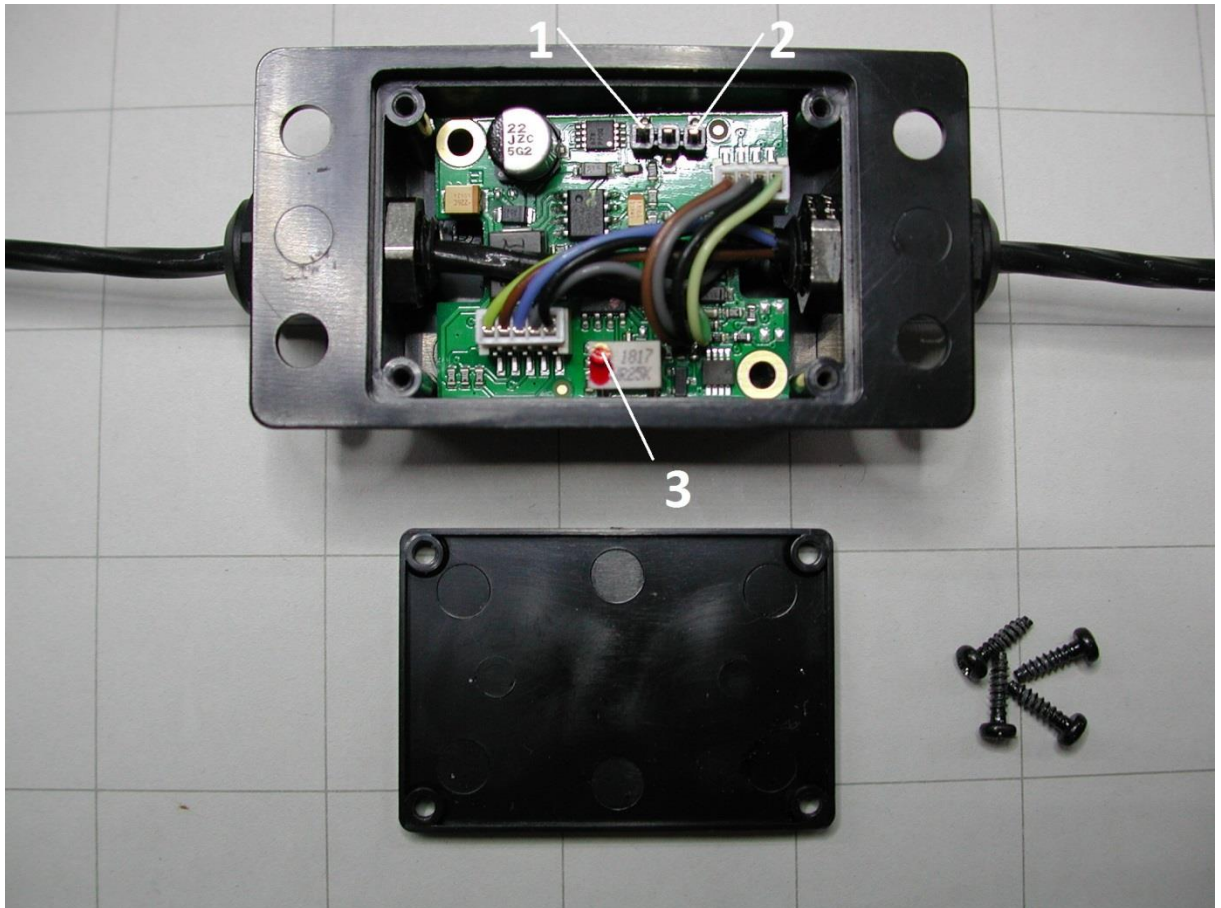

Bild 2: Sicht auf Platine mit 1: Mess-Pin (+), 2: Mess-Pin (-), 3: Potentiometer
Scheitert auch dies, so sollte die Spannung an den Mess-Pins (Bild 2: Positionen 1 und 2) gemessen werden: liegt die Spannung in einem Bereich von 1,80 bis 2,0 VDC und bleibt die LED weiterhin Rot, so muss das Gerät zur Überprüfung an den Hersteller zurückgeschickt werden. Bei Spannungen unter 1,80V oder über 2,0VDC ist mit dem Potentiometer (Bild 2: Position 3) 1,80V einzustellen und anschließend nach Punkt 9. zu kalibrieren .
Die LED zeigt grün im normalen Überwachungsbetrieb und intakter Schaltung. Dabei wird vorausgesetzt, dass in einem Spannungsbereich an den Mess-Pins (Bild 2: Positionen 1 und 2) von 1,80 bis 2,0VDC kalibriert worden ist.
- nach Öffnen des Deckels (durch vier Deckelschrauben zu lösen und abzunehmen) sieht man eine dreipolige Stiftleiste und ein Potentiometer (Bild 2: Position 3) auf der Platine, dabei dienen die zwei äußeren Kontakte der Stiftleiste (Bild 2: Positionen 1 und 2) als Mess-Pins zum Anschluss eines Digital-Voltmeters höherer Auflösung (etwa 4-5 stellig) und das Potentiometer zum Einstellen der an den Mess-Pins anliegenden DC-Spannung (siehe Bild 2).